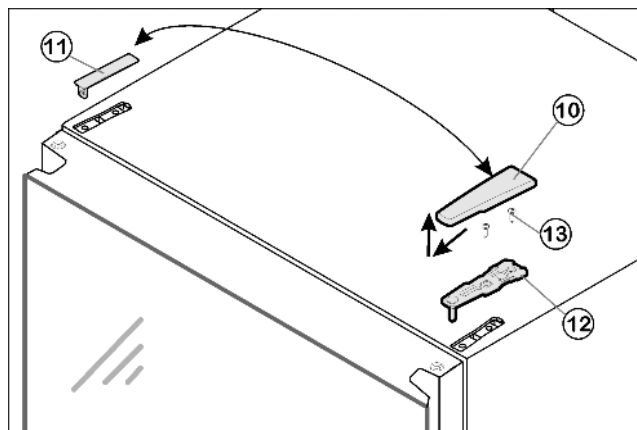

Fig. 8
- ▶ Потяните крышку *Fig. 8 (10)* вперед и вверх.
- ▶ Снимите крышку *Fig. 8 (11)*.
- ▶ Открутите верхний опорный кронштейн *Fig. 8 (12)* (2 шт. Torx® 25) *Fig. 8 (13)* и вытяните вверх.
- ▶ Установите верхний опорный кронштейн *Fig. 8 (12)* на новой стороне шарнира и защелкните в дверце.
- ▶ Прикрутите верхний опорный кронштейн (с усилием 4 Нм) (2 шт. Torx® 25) *Fig. 8 (13)*. При необходимости проделайте отверстия или используйте аккумуляторную отвертку.
- ▶ Защелкните крышку *Fig. 8 (11)* и крышку *Fig. 8 (10)* на противоположной стороне.